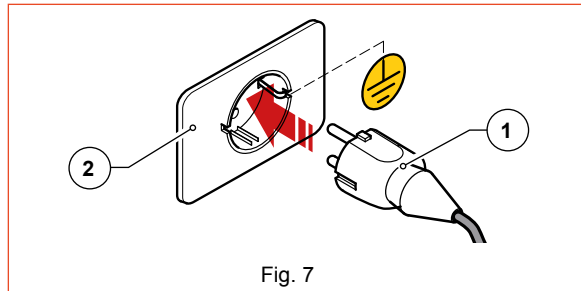

Fig. 7
- Steek de stekker van de voedingskabel (Fig. 7 Ond. 1) in het muurstopcontact op de plaats van gebruik (Fig. 7 Ond. 2);